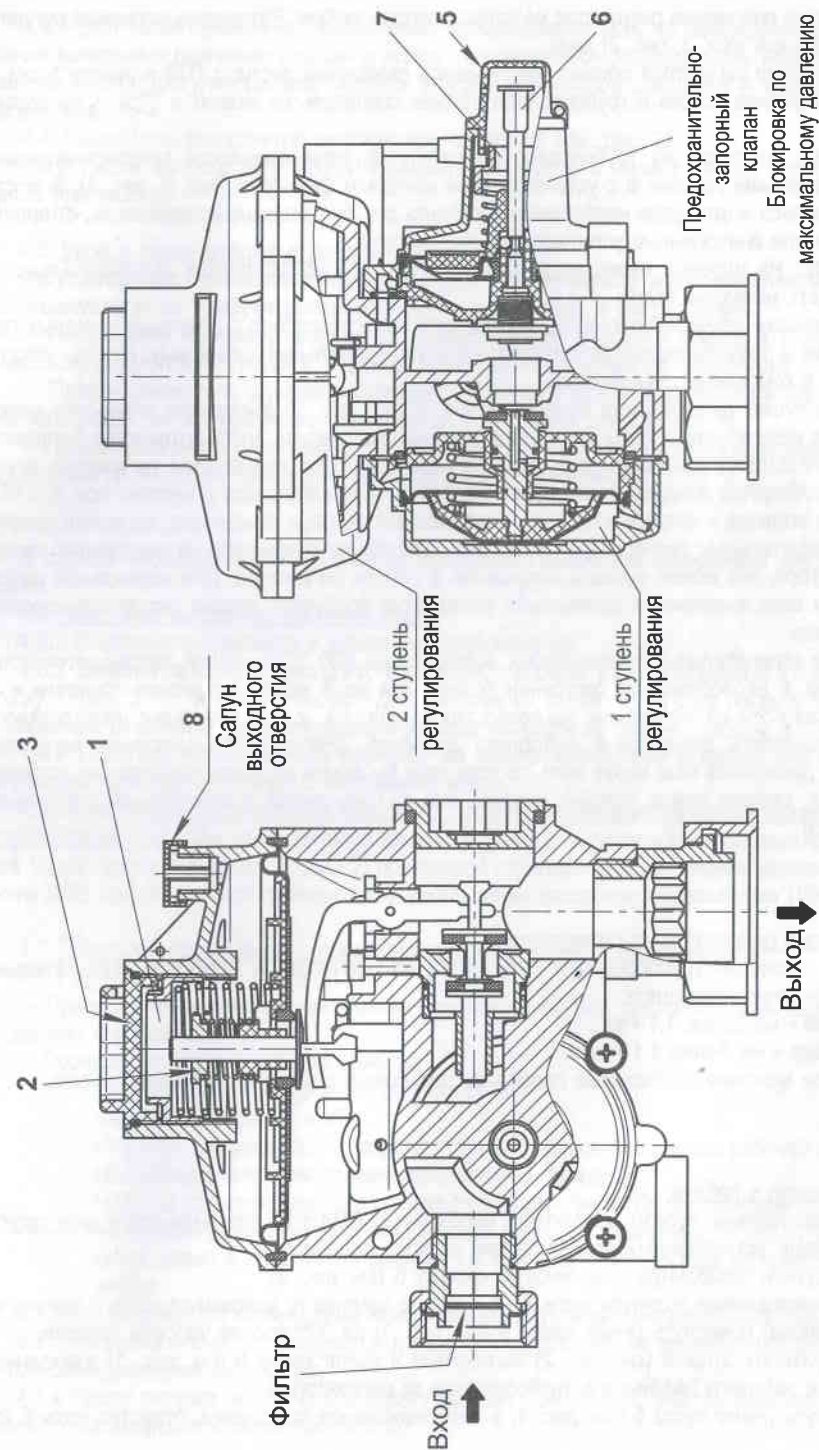

Рис. 2. Внутреннее устройство регулятора
4.2.5 Рабочее положение регулятора на трубопроводе - любое. Разрешена установка регулятора верхней крышкой (поз. 3, рис. 2) вниз.
4.2.9 В заглушке дыхательного отверстия поз. 8 (см. рис. 2) выполнено отверстие малого диаметра. Для нормальной работы регулятора необходимо следить, чтобы отверстие оставалось открытым. Запрещается закрывать дыхательное отверстие. При применении регулятора внутри помещений необходимо предусмотреть сбросную свечу от дыхательного отверстия поз. 8 и ПСК.
4.4.2 Открутить прозрачную пластиковую крышку 5 (см. рис. 2).
4.4.4 Удерживать шток 6 (см. рис. 2) вытянутым и рычаг пуска 5 (см. рис. 1) взведенным до достижения рабочего давления в трубопроводе за регулятором.
4.4.5 Вернуть рычаг пуска 5 (см. рис. 1) в первоначальное положение, отпустив шток 6 (см. рис. 2).
4.4.7 Закрутить прозрачную пластиковую крышку 5 (см. рис. 2).
4.6.2 Снимите крышку 3 (рис. 2) и, используя торцовый ключ с размером 27 мм, вращайте втулку 1 (рис. 2) по часовой стрелке - для увеличения давления; против часовой стрелки - для уменьшения давления. При номинальном расходе необходимо следить за выходным давлением.
4.6.4 При изменении настройки выходного давления необходимо откорректировать установку срабатывания ПЗК. Для этого снимите крышку 5 (рис. 2) и, используя торцовый ключ с размером 13 мм, вращайте втулку 7 (рис. 2) по часовой стрелке - для увеличения давления срабатывания ПЗК; против часовой стрелки - для уменьшения давления срабатывания ПЗК.
Настройка ПСК производится путем вращения гайки 2 торцовым ключом размером 17 мм (рис. 2) по часовой стрелке для увеличения давления срабатывания и против часовой стрелки для его уменьшения.